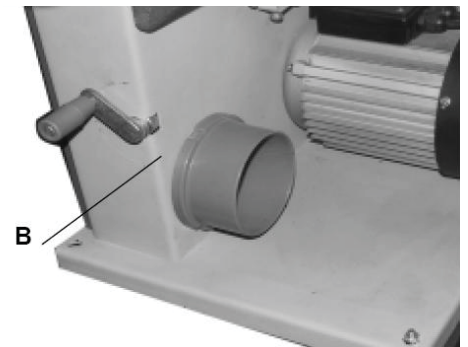

Рис. 14
- Станок оснащен вытяжным штуцером Ø100 мм (B), Рис. 14.